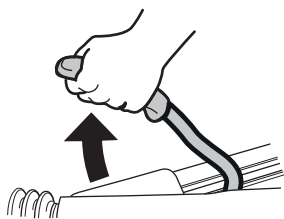

Fig. 8
- ▶ Poner el freno de mano y/o asegurar las ruedas con calzas (Fig. 8).